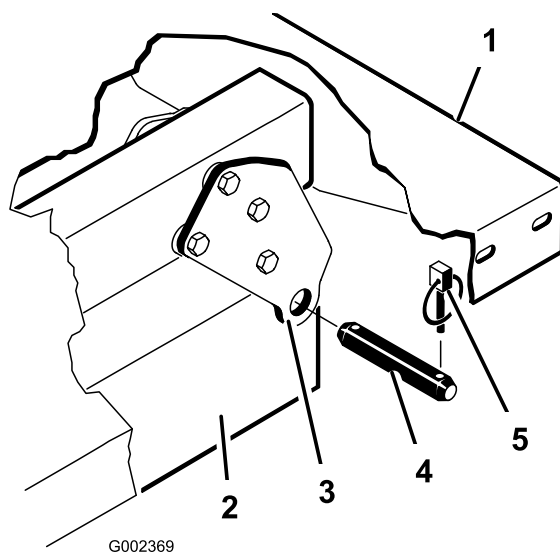

Рисунок 4
6. Удалите шплинты с кольцом и шплинтуемые штифты, которые крепят кронштейны шарниров кузова к швеллерам рамы автомобиля (Рисунок 4).